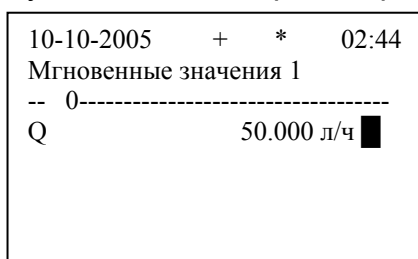

Рис. 12 – Индикация контрактного значения
Включение или выключение контрактных значений в том случае, если настройкой вычислителя предусмотрено их включение вручную, осуществляется следующим образом. Необходимо выбрать требуемый параметр, ответить «нет» на предложение изменить его значение, после чего контрактное значение будет включено (появится соответствующая индикация напротив данного параметра). Выключение осуществляется аналогично. После включения контрактного значения, вне зависимости от результатов измерения данного параметра, на экране ЖКИ в режиме «Мгновенные значения» будет индицироваться контрактное значение, а параметр будет помечен черным прямоугольником (рис. 12).
3.5.3.2.2 При *автоматическом* включении контрактных значений для любого из параметров вместо символов «*****» индицируется контрактное значение, а сам параметр отмечен черным прямоугольным маркером (как показано на рис. 12). НС не индицируется, индикатор НС не зажигается. Контрактные значения участвуют в дальнейшей обработке результатов измерений вместо измеренных значений.